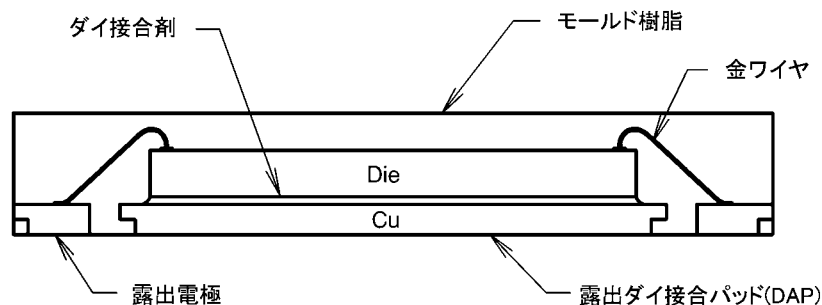

FIGURE 1. Pullback LLP Configuration
- Figure 1、2、3 に LLP の構造を示します。